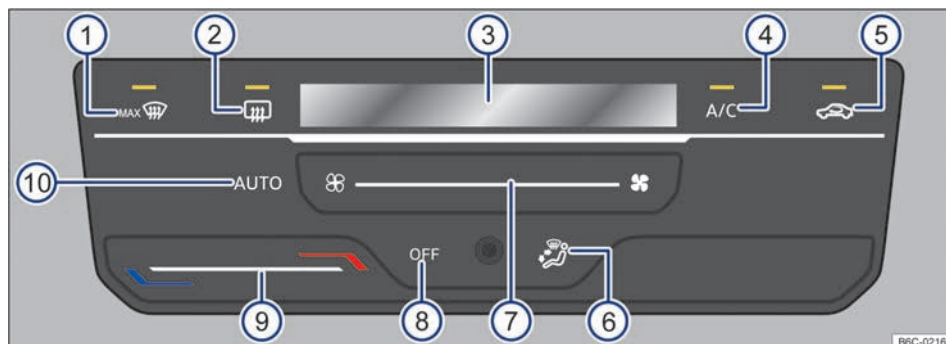

Fig. 82 Comandos do Climatronic.
- *Climatronic*: tocar na superfície de função OFF → Fig. 82 (8)
Ao tocar na superfície de função AUTO → Fig. 82 (10) é possível ligar o modo automático do Climatronic.
manualmente → Fig. 82 (7) ou com a alteração da distribuição de ar através da superfície de função → Fig. 82 (6).
- *Climatronic*: tocar na superfície de função A/C → Fig. 82 (4) para ligar e desligar o funcionamento da refrigeração.
- *Climatronic*: deslizar o dedo sob a superfície de função → Fig. 82 (9).
No display do Climatronic → Fig. 82 ③ é indicada a temperatura ajustada.
- *Climatronic*: deslizar o dedo sob a superfície de função → Fig. 82 ⑦.
- *Climatronic*: tocar na superfície de função  → Fig. 82 ⑤.
- *Climatronic*: tocar na superfície de função → Fig. 82 ⑥ para posição desejada, a distribuição selecionada será indicada no display ③.
- *Climatronic*: tocar na superfície de função  → Fig. 82 ①.
- *Climatronic*: tocar na superfície de função  → Fig. 82 ②.